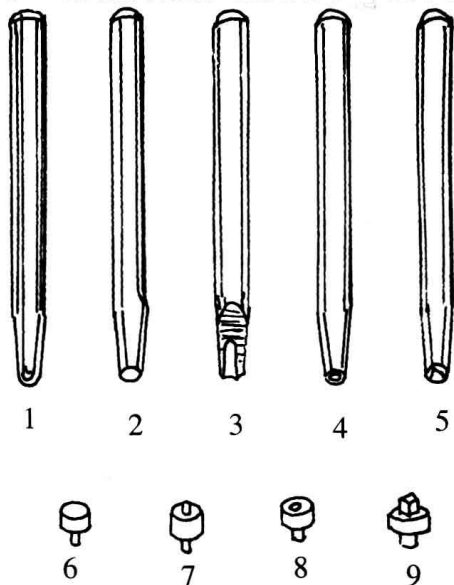

图 1-17 冲子和冲垫
(2) 锤子 选用小号锤子,主要用于敲击工件。
(3) 冲子和冲垫(图 1-17) 根据实际需要进行车制或手工钻、锉制成。主要用于冲孔、缩孔、截断、零件组装等。